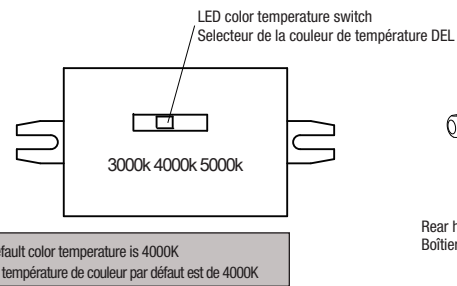

Fig. 1C
- Select the appropriate LED color temperature by using the switch inside the housing as shown in Fig. 1C. Default color temperature is 4000K.
- Choisir la température de couleur DEL en utilisant le commutateur à l'intérieur du boîtier comme montré sur la Fig. 1C. La température de couleur par défaut est de 4000K.